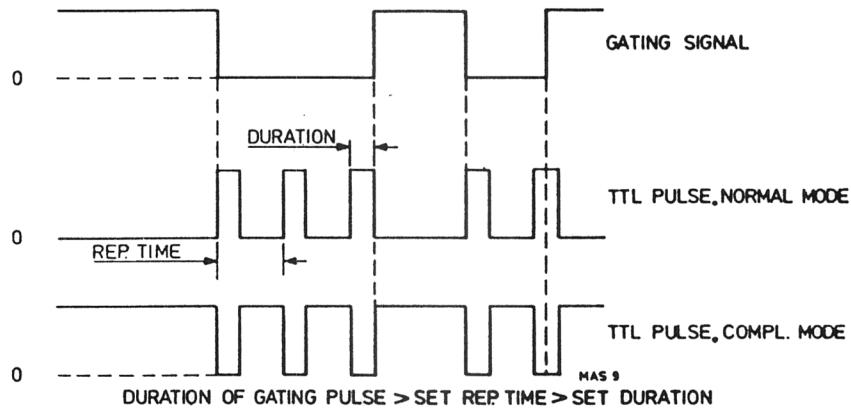

Fig. VI-13 : Impulsion de conditionnement PM 5704
- Choisir le rapport approprié entre le temps de répétition interne et la durée et les paramètres correspondants du signal de conditionnement. Se référer à la fig. VI-13.
- Enfoncer le commutateur SINGLE SHOT et remarquer que le générateur est hors service aussi long-temps que le commutateur est actionné. Se référer à la fig. VI-13.